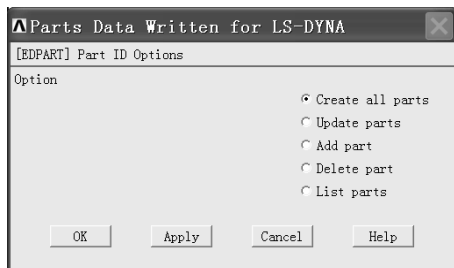

图 4-41 “Parts Data Written for LS-DYNA” 窗口
(1) 依次选择 Main Menu>Preprocessor>LS-DYNA Options>Parts Options,弹出“Parts Data Written for LS-DYNA”窗口(见图 4-41)。